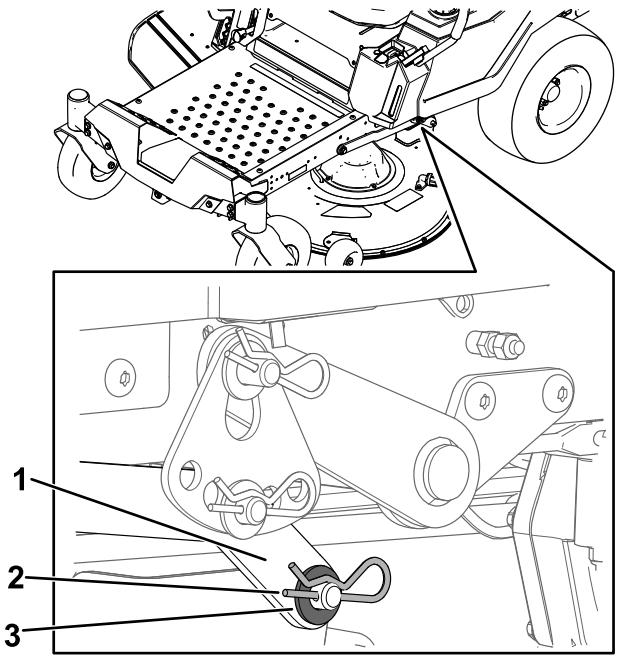

Рисунок 73
- На одной стороне машины извлеките шайбу и шплинт из штифта деки (Рисунок 73).
5. На одной стороне машины поднимите заднюю часть деки газонокосилки и установите подъемный рычаг на штифт деки (Рисунок 73).
6. Установите подъемный рычаг с помощью шайбы и шплинта (Рисунок 73).